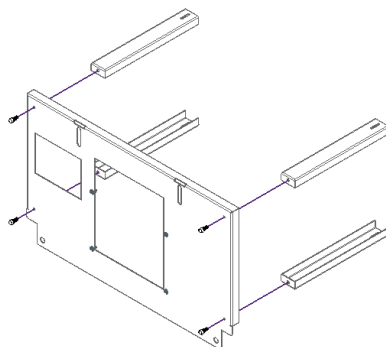

Figura 3 – Montaje de la mesa auxiliar
1. Proteja la superficie sobre la que va a trabajar. Una las cuatro patas de la mesa con cuatro tornillos DIN 912 M8x20mm como se muestra en la Figura 3. Se debe apretar sólo con las manos, para facilitar el resto del montaje del conjunto.